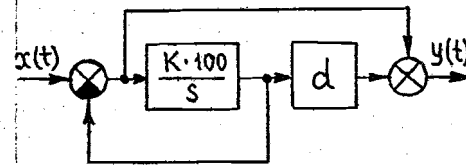
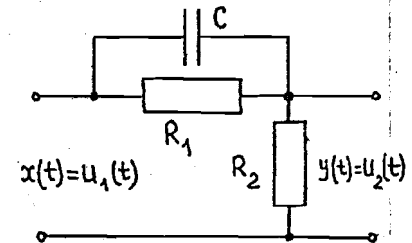

Рис. 19
Рис. 20
21. Запишите передаточную функцию, соответствующую структурной схеме рис. 19. Сравните выражение с передаточной функцией электрической цепи, изображенной на рис. 20.
23. Пронаблюдайте переходные функции для схемы рис. 19 при $d = 0,2$ и $K = 0,5; 1,0; 2,0; 5,0; 10,0$. Объясните полученные результаты.